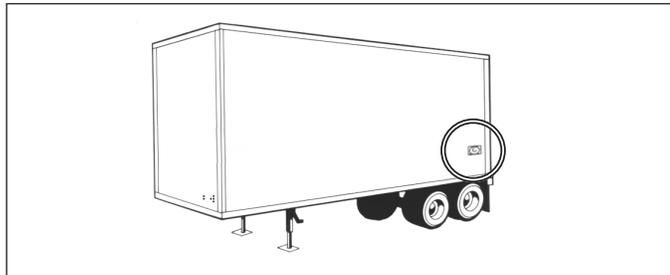

FIGURE 5 – VOYANT ABS MONTÉ SUR REMORQUE
- **Voyant ABS de la remorque :** Le voyant ABS de la remorque, commandé par le BCE, témoigne de l'état ABS; il s'allume lorsqu'il y a un code d'anomalie actif. Cf. Figure 5. S'il n'y a aucun code d'anomalie ABS, le voyant s'allume à la mise sous tension du BCE, de deux (2) à six (6) secondes max. (vérification de l'ampoule).